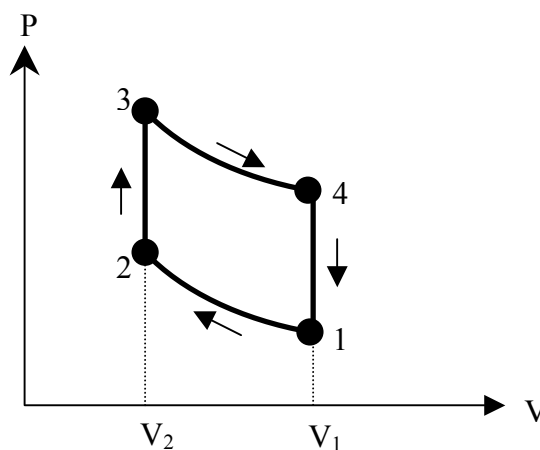

Figure 1
Le moteur à explosion fonctionne sur le principe du cycle illustré par le diagramme de Clapeyron (P,V) de la figure 1. Ce cycle peut se décomposer en quatre transformations thermodynamiques consécutives subies par un mélange air-carburant initialement admis dans une chambre de combustion via une soupape d'admission :
- P_i , V_i et T_i , respectivement la pression, le volume et la température du mélange aux points i variant de 1 à 4 de la figure 1 (en remarquant que $V_3 = V_2$ et $V_4 = V_1$),